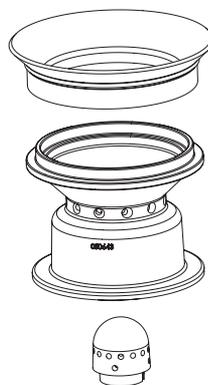

Fig. 59 Cône partie supérieure et partie inférieure, broche d'air primaire
- ▶ Réassembler le brûleur en procédant dans l'ordre inverse – Fig. 59.